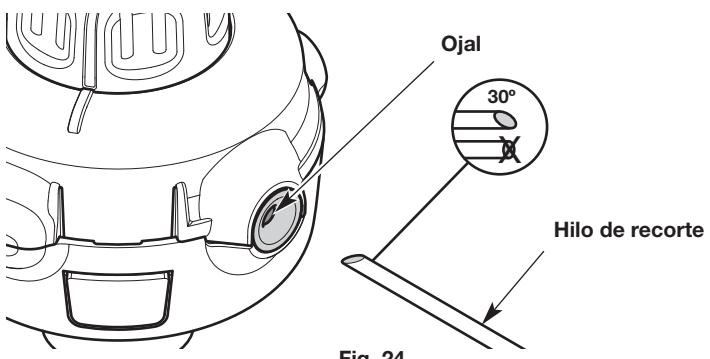

Fig. 24
- Corte dos largos de 10 pies (3.0 m) de hilo de recorte nuevo. Corte un extremo de cada hilo en un ángulo de 30° (Fig. 24).
- Enhebre uno de los hilos por uno de los ojales del cabezal de corte (Fig. 24). Utilice el extremo angulado y empuje el hilo para que entre unas 3 pulgadas (7.5 cm). Repita este proceso con el otro hilo y el ojal restante.